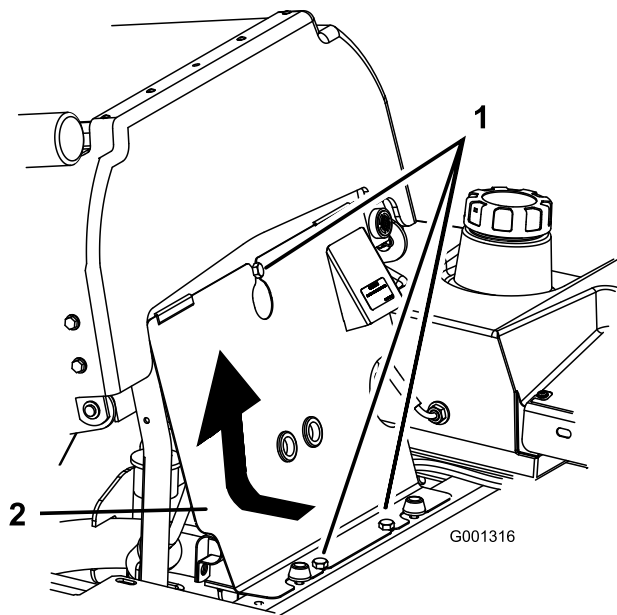

Figure 57
3. Basculez le siège en avant, desserrez les boulons et déposez le panneau avant du moteur (Figure 57).